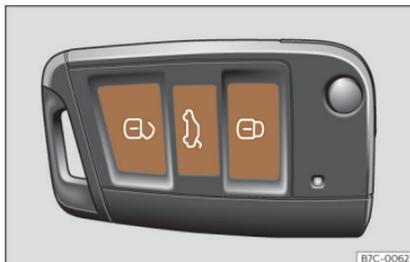

Fig. 69 Clé à radiocommande : touches.
- Verrouiller : appuyez sur le bouton  » » fig. 69.